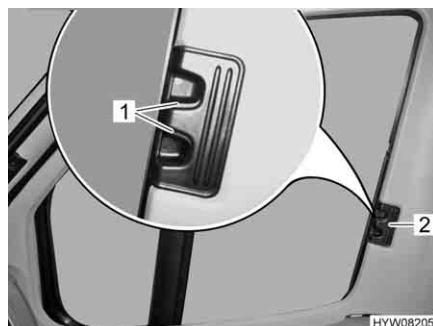

Fig. 29 Tendina oscurante pieghevole per il finestrino del conducente/passeggero
- Comprimere le levette di bloccaggio (Fig. 29,1) e mantenerle in questa posizione.
- Con la levetta (Fig. 29,2) tirare le tendine oscuranti pieghevoli per il finestrino del guidatore e del passeggero verso l'altro lato della finestra e congiungerle alle strisce magnetiche.
- Inserire fino all'arresto le tendine oscuranti pieghevoli per il finestrino del guidatore e del passeggero per la maniglia (Fig. 29,2).
- Rilasciare le levette di bloccaggio (Fig. 29,1) e mantenerle innestate.